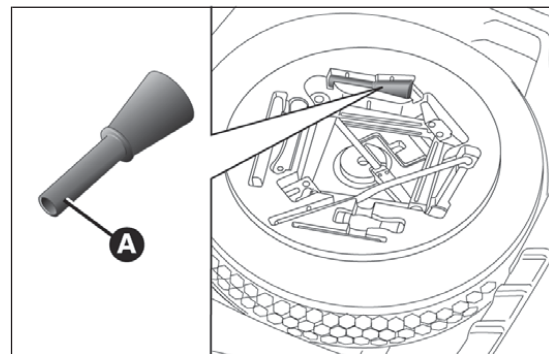

Abb. 127
- Den Kofferraum öffnen und das entsprechende Passtück A aus dem Werkzeugbehälter nehmen (Versionen mit Notrad, für Märkte/Versionen wo vorgesehen) Abb. 127 oder im Behälter